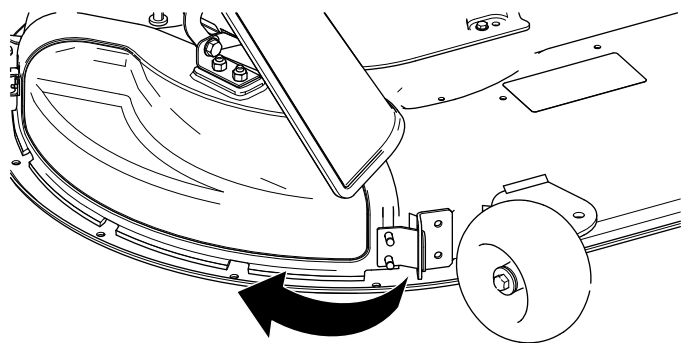

Figuur 13
3. Buig het metalen lipje van de afvoerafsluiter in de sleuf in de beugel die is gelast aan het maaidek (**Figuur 13**).